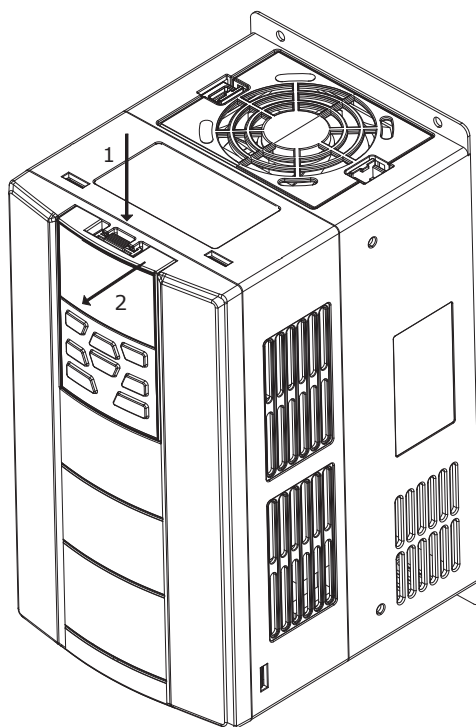

Рисунок 2.4 – Снятие панели управления
2.2.10.1 Снятие панели управления производится в следующей последовательности (см. рисунок 2.4):